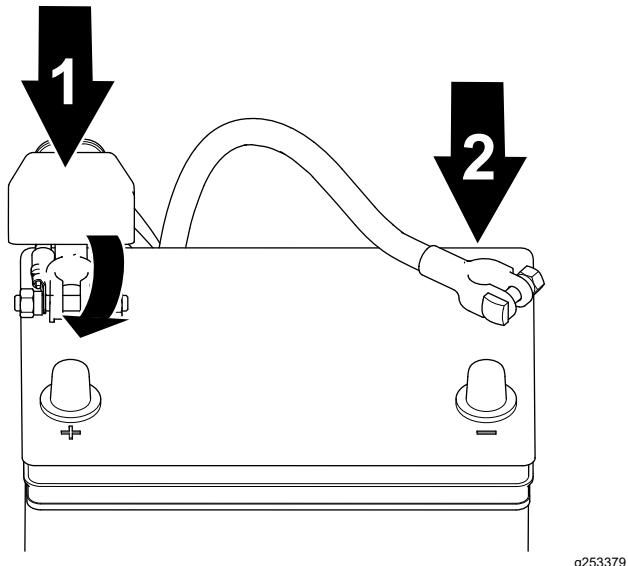

Figura 40
- Ligue o cabo positivo à bateria e aperte a porca do grampo da bateria (Figura 40).
- Ligue o cabo negativo à bateria e aperte a porca do grampo da bateria (Figura 40).